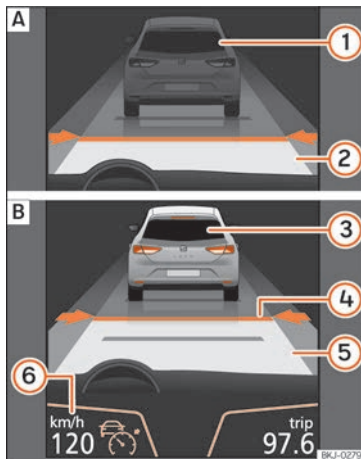
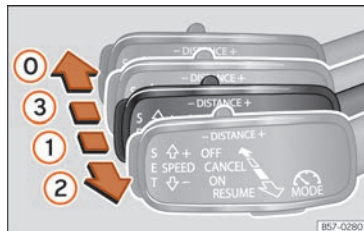
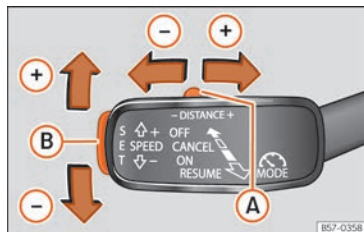

Fig. 234 No ecrã do painel de instrumentos: [A] ACC inativo (Standby). [B] ACC ativo.
Fig. 236 À esquerda da coluna de direção: terceira alavanca para utilizar o ACC.
Fig. 237 À esquerda da coluna de direção: terceira alavanca para utilizar o ACC.
Indicação do estado no ecrã » » » **Fig. 234:**
Quando o ACC está ligado, acende-se no painel de instrumentos a luz de controlo verde (🟢) e no ecrã exibe-se a velocidade programada e o estado do ACC »» **Fig. 234.** »
- Para ativar o ACC mova a terceira alavanca para a posição **ON** »» Fig. 236 ①. Neste momento o ACC não está ativo nem há velocidade programada.
- Em seguida pressione o botão **SET** »» Fig. 237 ⑧ ou desloque a alavanca para a posição **RESUME** »» Fig. 236 ②. Neste momento ativa-se o ACC, programa-se a velocidade atual e a distância. A imagem do painel passará para o modo Ativo »» Fig. 234 ⑤.
- Para programar a velocidade desloque a terceira alavanca para cima (+) ou para baixo (-) até a velocidade desejada »» Fig. 234 ⑥. O ajuste da velocidade realiza-se em intervalos de 10 km/h (6 mph).
- Caso deseje aumentar a velocidade em intervalos de 1 km/h (0,6 mph), desloque a alavanca para a posição **RESUME** »» Fig. 236 ②, para a reduzir pressione o botão **SET** »» Fig. 237 ⑧.
- Para aumentar ou reduzir o nível de distância desloque o botão (A) para a direita ou para a esquerda »» Fig. 237.
No ecrã do painel de instrumentos modifica-se o nível de distância selecionado »» Fig. 234 ④. Pode selecionar-se entre 5 níveis de distância. A SEAT recomenda o nível 3. A distância programada pode ser alterada com o veículo parado ou durante a condução »» ⚠.
- Para desligar o ACC mova a alavanca para a posição **OFF** (fixa) »» Fig. 236 ③. Nesse momento, aparece o texto **ACC desativado** e a função fica completamente desativada.